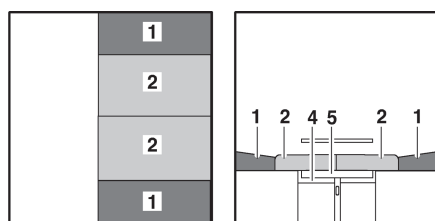

Fig. 138 Après la transformation
- Tirer les coussins d'assise (Fig. 138,2) vers le centre.
- Placer les coussins de dossier (Fig. 138,1) entre les coussins d'assise et la cloison.
- ▷ Suivant le modèle, il faut installer un coussin supplémentaire à la place du second coussin de dossier (Fig. 138,1).